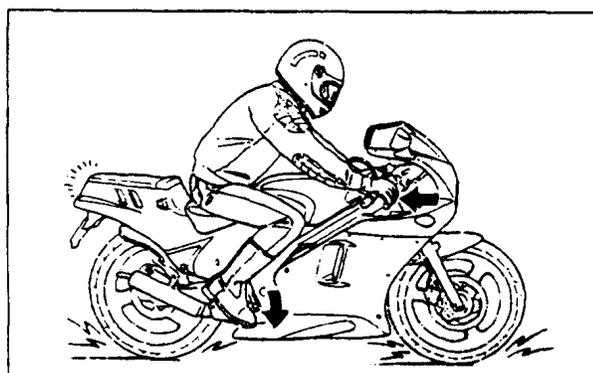

图 1-6 检查制动器的使用情况
6. 检查制动器的使用情况。该项检查应在行车中进行。行车中,分别操作前、后制动器,检查一下制动器的使用情况,如图 1-6 所示。